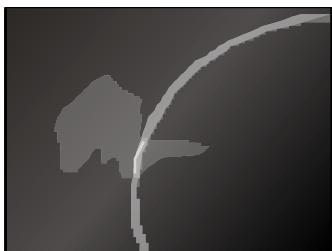

Fig. 12
- As mudanças de cor, fig. 12, com irisações metálicas surgem devido ao atrito do fundo dos utensílios de cozinha ou por utilizar um produto de limpeza não adequado. Podem retirar-se sem esforço, utilizando um produto de limpeza. Possivelmente terá de repetir a limpeza várias vezes.